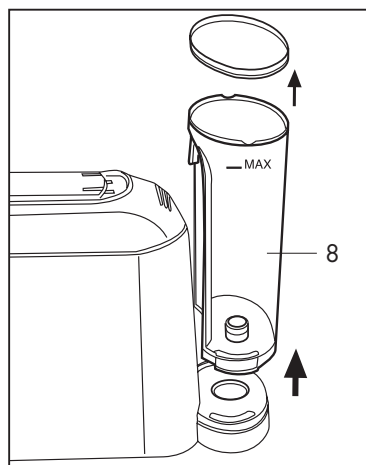

Fig. 1
- Extraire le réservoir (8) de la machine en le tirant vers le haut puis retirer le couvercle (**Fig. 1**).